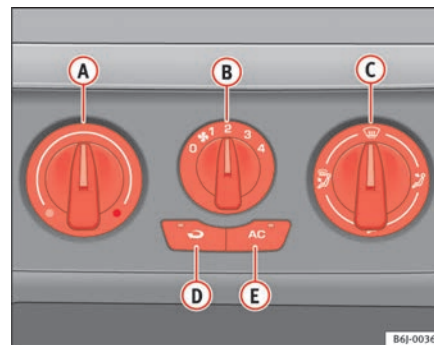

Fig. 90 Sulla plancia portastrumenti: i comandi dell'aria condizionata
- Disattivare l'impianto del condizionatore con il tasto ⇒ fig. 90  (si spegne la spia del tasto).
- Per impostare la temperatura desiderata bisogna ruotare la manopola ①.
- Servendosi dell'apposita manopola ③, orientare il getto d'aria nella direzione desiderata:  (verso il parabrezza),  (a mezza altezza),  (verso il vano piedi) oppure  (verso il parabrezza e contemporaneamente verso il vano piedi).
L'uso della funzione di ricircolo $\Rightarrow$ pag. 131, fig. 90  (spia nel tasto accesa) impedisce la penetrazione di cattivi odori all'interno dell'abitacolo. Questa funzione è particolarmente utile nelle gallerie e quando si è fermi in coda.